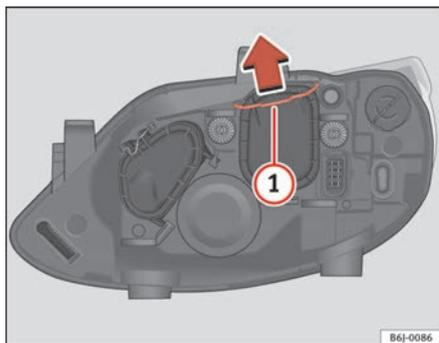

Fig. 145 Médios
- Desloque o tirante ⇒ fig. 145 ① no sentido da seta e puxe a tampa.